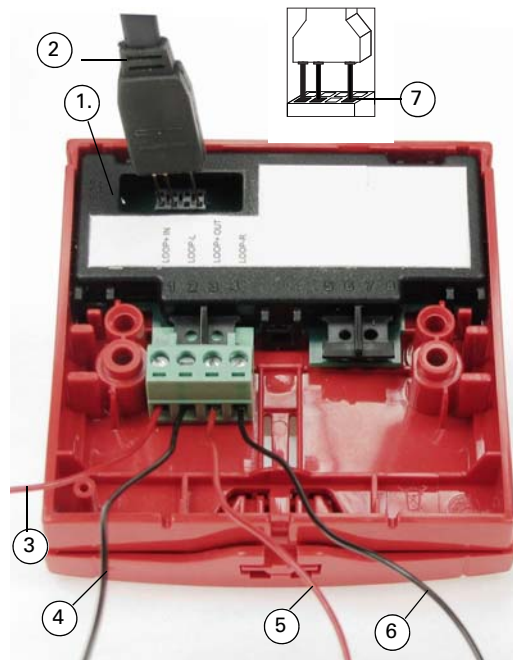

Fig. 2: FC420CP-I Vista posteriore e informazioni sul cablaggio
L'FC420CP-I viene programmato con l'indirizzo prima dell'installazione mediante uno strumento di programmazione indirizzo. Il cavo di programmazione ausiliario associato si inserisce nella porta di programmazione (vedere elementi 1 e 2 nella fig 2). Fare riferimento alla fig 2 per un funzionamento corretto.
Verificare che i pin del cavo di programmazione ausiliario siano completamente inseriti nella fila inferiore della porta di programmazione (vedere elemento 7 nella fig 2) per una comunicazione efficiente con lo strumento di programmazione indirizzo.
- Tutti i conduttori devono essere privi di terra. Per una tipica configurazione del cablaggio, vedere fig. 2.